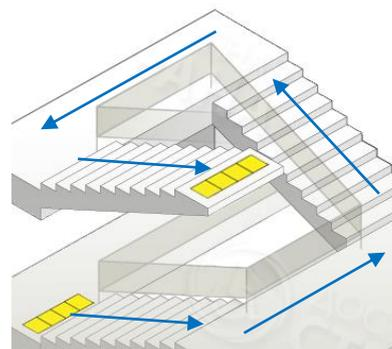

Рисунок 12.6.1 Лестница без выходов с площадок
- Если наружная многомаршевая лестница не имеет выходов с лестничных площадок (рис. 12.6.1), предупреждающий указатель обустраивается **только перед первой ступенью первого марша и последней ступенью последнего марша**.